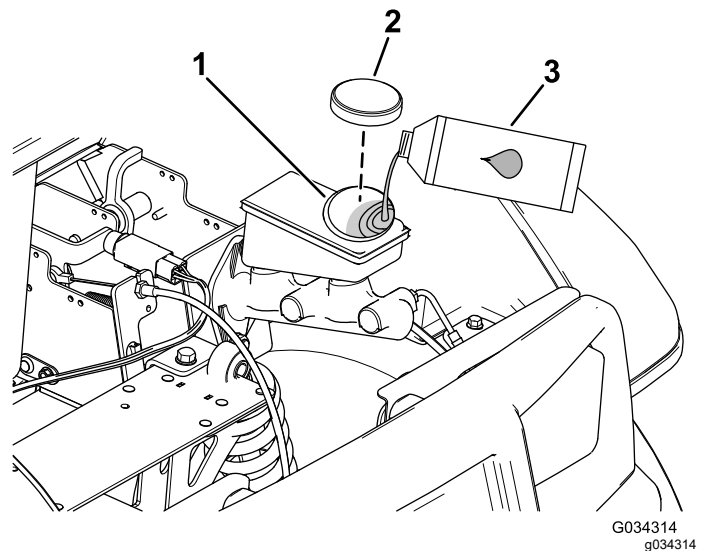

Figura 51
2. Eleve el capó para acceder al cilindro del freno principal y al depósito (Figura 51).
- A. Limpie la zona alrededor del tapón del depósito y retire el tapón (Figura 51).
- C. Coloque el tapón del depósito (Figura 51).